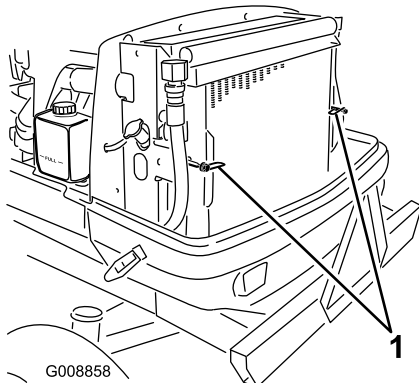

Bild 78
3. Drehen Sie die Riegel, mit denen der Ölkühler am Rahmen befestigt ist (Bild 78).